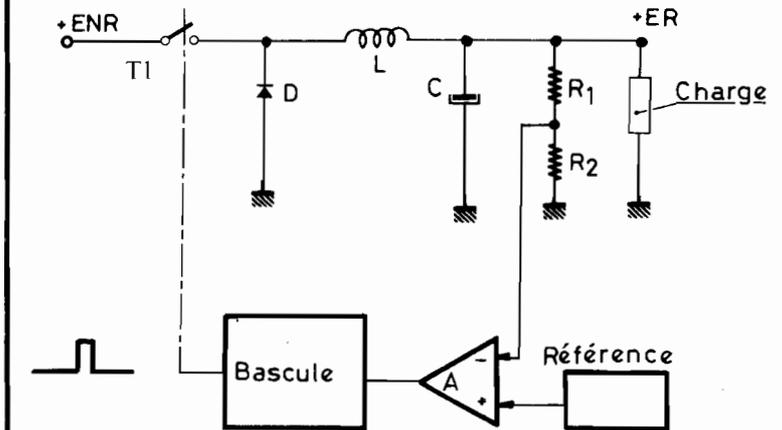

Fig. 22 - Principe du régulateur à découpage.
Le défaut principal d'un régulateur classique est son mauvais rendement, à cause de la dissipation du ballast, surtout lorsque la tension de sortie (ER) est une fraction de la tension d'entrée (ENR). On peut obtenir, si l'on se contente d'un taux de rendement plus élevé, un rendement très supérieur par l'alimentation à « découpage » (fig. 22). Dans ce